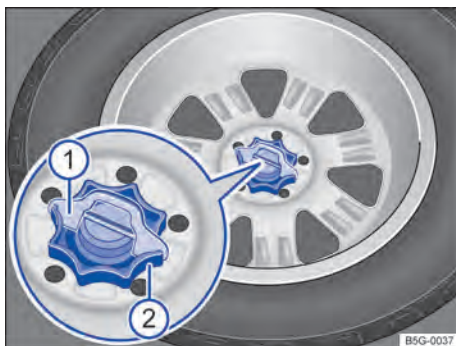

Fig. 189 No compartimento de bagagem: manípulo para fixação da roda sobressalente.
- Se necessário retirar o calço de proteção contra giro ⇒ **Fig. 189 ①** por cima.
- Girar totalmente o manipulador localizado no meio da roda sobressalente **②** no sentido anti-horário, e remover a roda sobressalente.